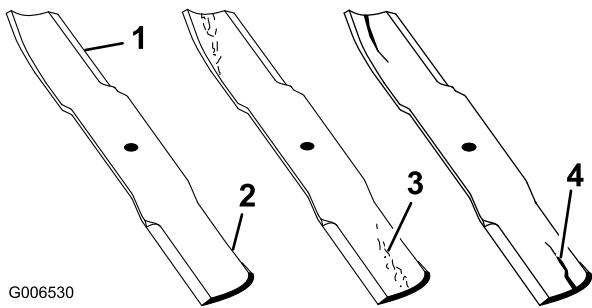

Bild 51
1. Untersuchen Sie die Schnittkanten (Bild 51). Bauen Sie, wenn die Kanten nicht scharf sind oder Kerben aufweisen, die Schnittmesser aus und schärfen Sie; siehe Schärfen der Messer.
2. Prüfen Sie die Schnittmesser, insbesondere den gebogenen Bereich (Bild 51). Montieren Sie, wenn Sie Schäden, Verschleiß oder Rillenbildung in diesem Bereich feststellen (Bild 51), sofort ein neues Schnittmesser.